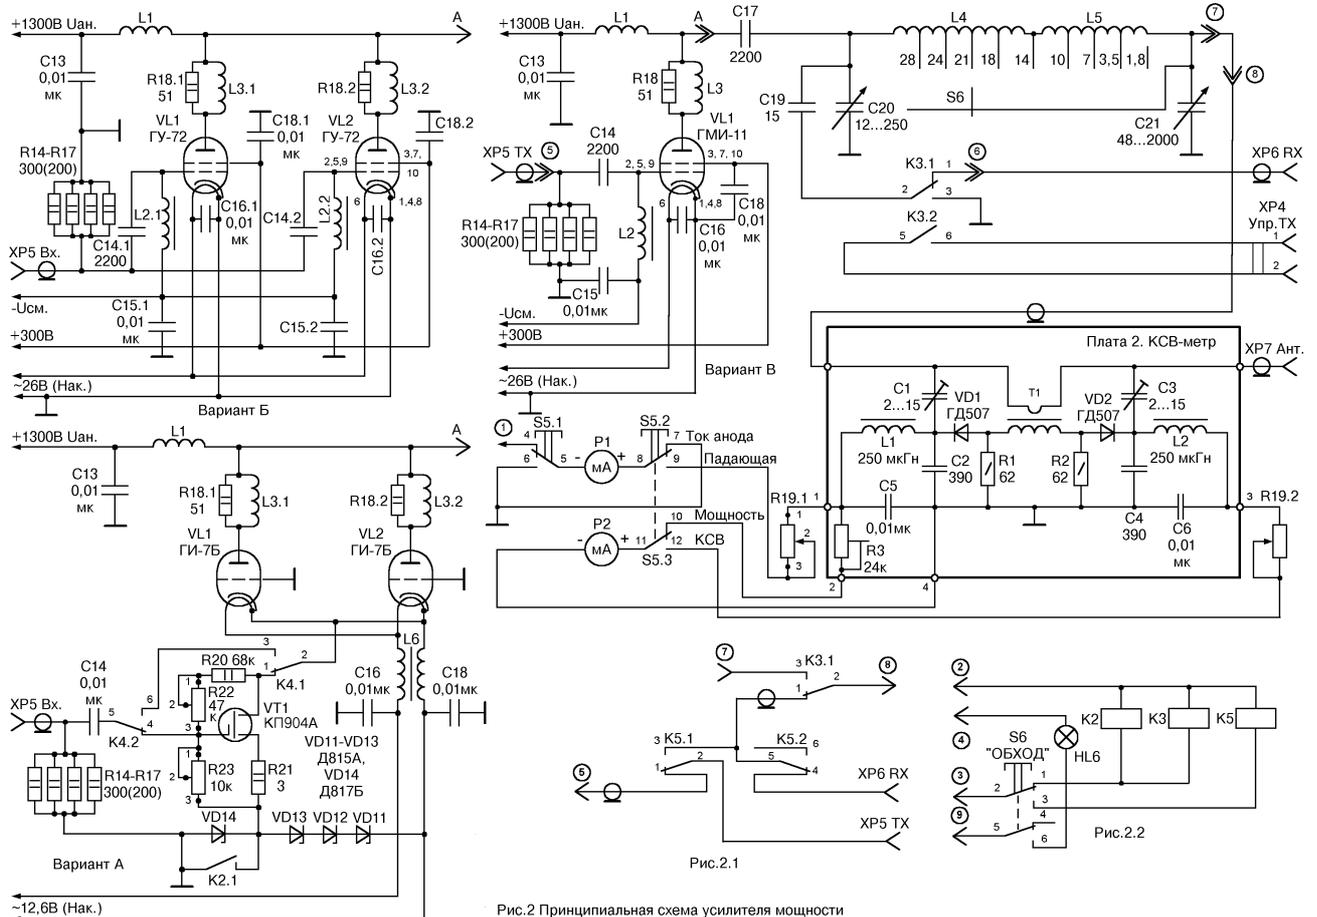

Рис.2 Принципиальная схема усилителя мощности
Принципиальная схема высокочастотной части усилителей мощности приведена на рис.2 и 2а. Схема анодной части базового усилителя является общей для всех вариантов и выполнена по схеме параллельного питания. Анодный контур представляет собой традиционный П-контур, состоящий из диапазонных катушек L4 и L5, анодного конденсатора С20, конденсатора связи с антенной С21. Единственной особенностью схемы является включение антенного входа приемника в «горячий» конец П-контура выходного каскада, что дало дополнительную селекцию сигнала на приеме. При таком включении появилась
Предварительно проведенные эксперименты показали, что при нормированном входном сопротивлении приемника Rвх равном 75 (50) Ом, емкость конденсатора связи С19, включенного в «горячий» конец контура, должна быть не менее 15 пФ. В противном случае сигнал на входе приемного тракта будет иметь большое затухание, однако при этом величина емкости конденсатора в диапазоне 10 метров становится соизмеримой с величиной емкости анодного конденсатора С20, что и приводит к некоторой разнице в настройках. Кроме того, суммарная емкость этих конденсаторов становится уже значительной для диапазона 10 метров, в связи с чем могут возникнуть трудности с настройкой контура на передачу, так как при передаче С19 подключается параллельно конденсатору С20, поэтому последний должен иметь как можно меньшую начальную емкость (за исключением варианта Д, рис.2а).
Основная плата (рис.2 «РХ» №6/1999, с.22)
На основных платах №3 и №4 разведена цепочка АРУ и на VT1, на схеме она не показана. Если задействовать все цепочки - при громких сигналах иногда возникает «завязка», для её устранения нужно в точку соединения VD7 с R10 включить дополнительный блокировочный конденсатор ёмкостью до 1 мкФ, С49 увеличить до 1...6,8 мкФ. С затвора VT22 на корпус нужно включить резистор смещения 5-10 кОм. На рис.2 забыли «нарисовать» такой резистор смещения и на VT4, но на плате он разведён и есть на рис.1 - это R25. Основная плата №4 отличается от №3 только схемой микрофонного усилителя. На №3 установлен усилитель на КР544УД1, а на №4 - усилитель с «компрессией» на КА157ХП3 и микрофонным предусилителем на КТ3102. Предусилитель нужно исключить, если будет использоваться электретный микрофон.